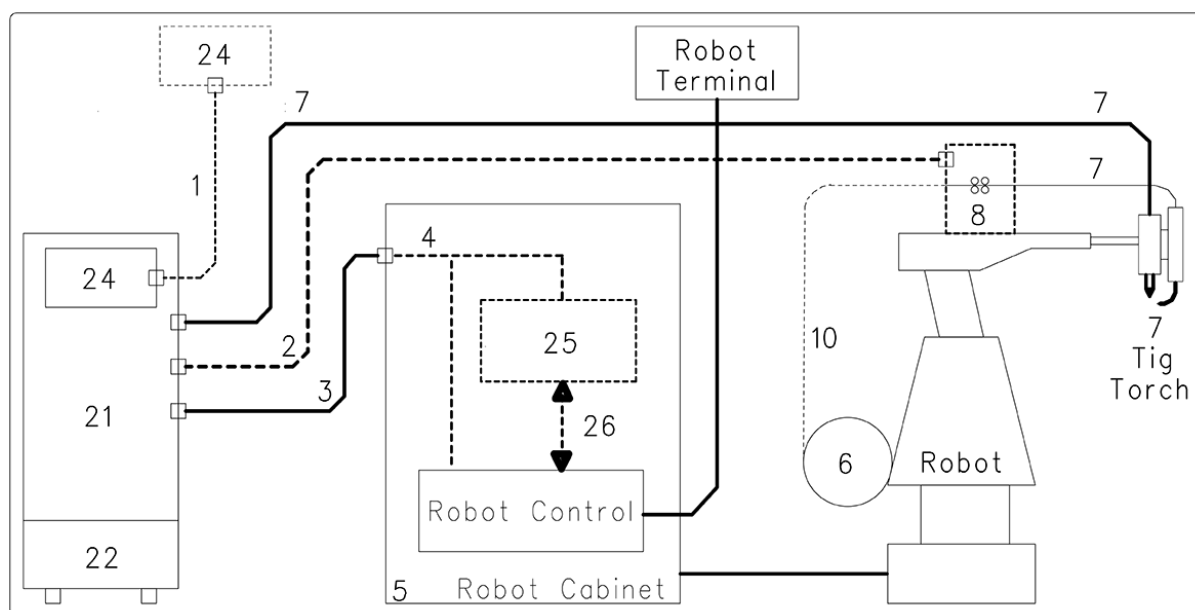

fig. 2
È composto da un Generatore, con Pannello di Controllo integrato, da un Gruppo di Raffreddamento, da un Carrello Trainafilo (opzionale), e se necessario, da una Interfaccia Robot (fig. 2).
NOTA: Se il Controllo Robot (Robot Control in fig. 2) dispone di linea di comunicazione di tipo CANopen DS401, l'interfaccia (25) ed il cavo (26) non sono necessari.
3.1 **Messa in opera (fig. 2).**